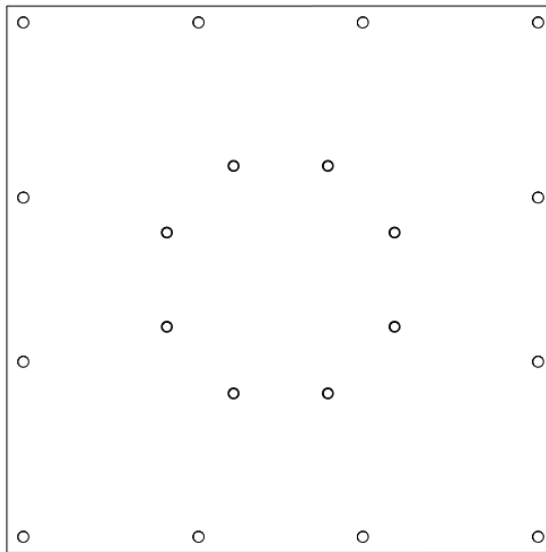

图 2B（大底板结构）
- A) 利用克鲁克公司配置的大底板上的孔作为导向（如图 2B），在符合要求的混凝土地面上钻孔（钻孔大小的选择根据化学螺栓生产厂家的建议）。